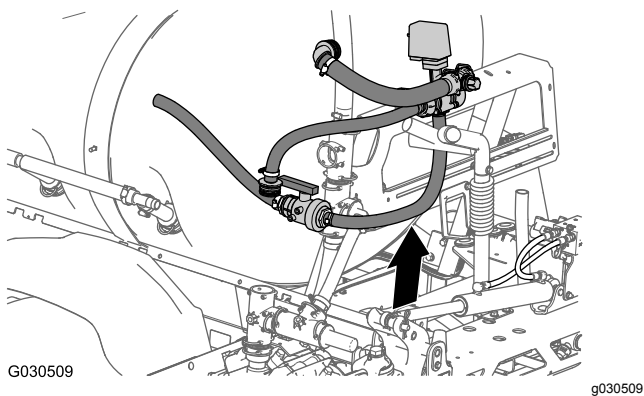

Figura 69
8. Retire la válvula de agitación (y la válvula de desvío), la válvula de bola y las mangueras que están conectadas a las válvulas de la máquina (Figura 69).